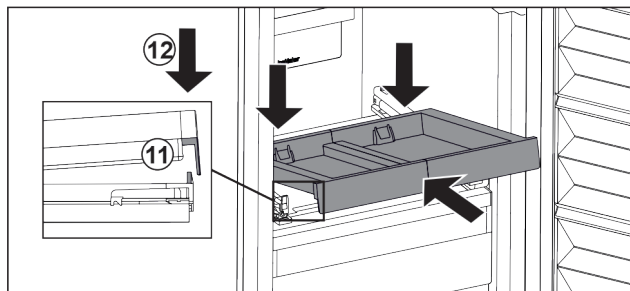

Fig. 122
- ▶ Gurnite ukoso. Pazite na to da je na obje strane graničnik iza jezička. Fig. 122 (11)
- ▶ Spustite izvlačnu ploču naprijed. Fig. 122 (12)